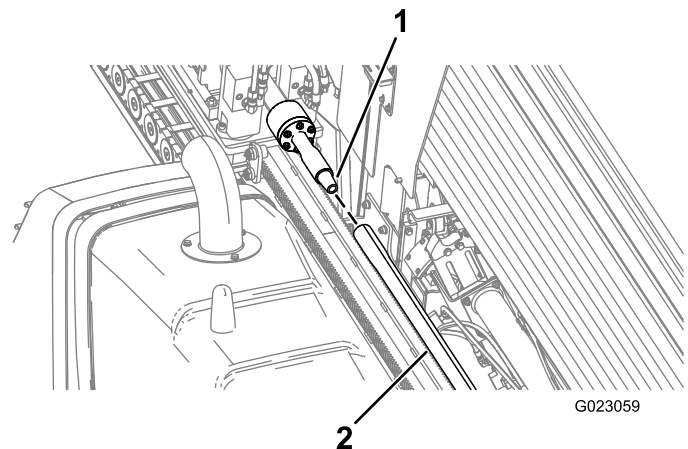

Figura 50
6. Gire o mandril no sentido horário e avance o sistema de translação lentamente para introduzir o mandril na extremidade fêmea da haste (Figura 50).
9. Gire o mandril no sentido horário e avance o sistema de translação lentamente para introduzir o mandril na extremidade fêmea da haste (Figura 50).